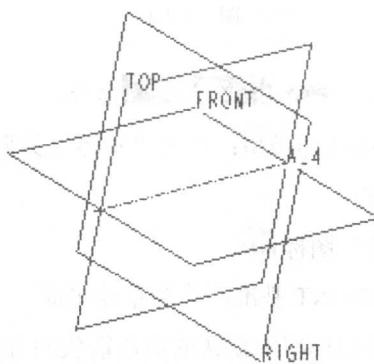

图 1.2.2
Step2. 创建如图 1.2.2 所示基准轴 A_4，相关操作如下。